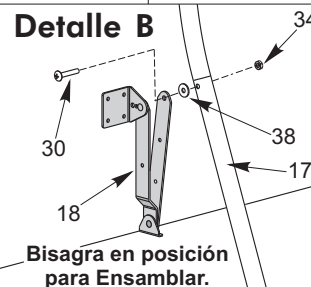

Figura 5
8. Atornille el Tubo del Soporte-U (#21) a los Tubos Estructurales (#17) con los dos Tornillos (#33) como está mostrado en **Figura 5**. Alinee los hoyos de los tubos de Soporte-U con los Tubos Estructurales e inserte los Tornillos (#33) en los orificios de los Tubos Estructurales (#17). Apriete los tornillos totalmente pero tenga cuidado de que no queden sobre apretados ya que podría barrer la cuerda de los tornillos si los sobre aprieta.
9. Una las Bisagras (#18) a los Tubos Estructurales (#17) como están mostrados en la **Figura 5** y **Detalle B**. Coloque la bisagra en la misma posición como está mostrada; alinee el hoyo de la bisagra con el hoyo del Tubo Estructural y únalo con el Tornillo 1/4" (#30), la Rondana de Plástico (#38) y la Tuerca de Seguridad (#34). La Rondana de Plástico (#38) va entre el Tubo Estructural y la Bisagra. Asegúrese que la tuerca esté apretada y segura. Repita el mismo procedimiento para la otra bisagra.
10. Una el Tubo Conector (#16) a la Pata (#19) como está mostrado en la **Figura 5**. Gire el Tubo Conector (#16) hacia arriba y gire la pata hacia abajo y alinee el hoyo en el Tubo Conector con el hoyo en la Pata (#19). Una el Tubo Conector (#16) a la Pata (#19) usando el Tornillo de Cabeza Hexagonal (#29), el Separador (#37) y la Tuerca de Seguridad (#34). Los Separadores (#37) van entre el Tubo Conector y la Pata. Una el otro Tubo Conector a la Pata de la misma manera. Asegúrese que las tuercas estén apretadas y seguras.